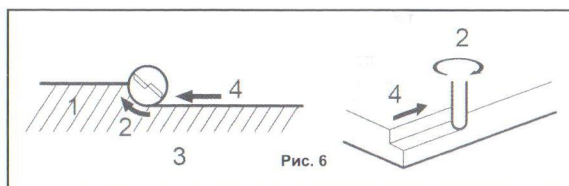

Рис. 6
- При осуществлении боковой резки, поверхность обрабатываемой детали должна находиться слева от фрезы в направлении подачи (См. Рис.6).